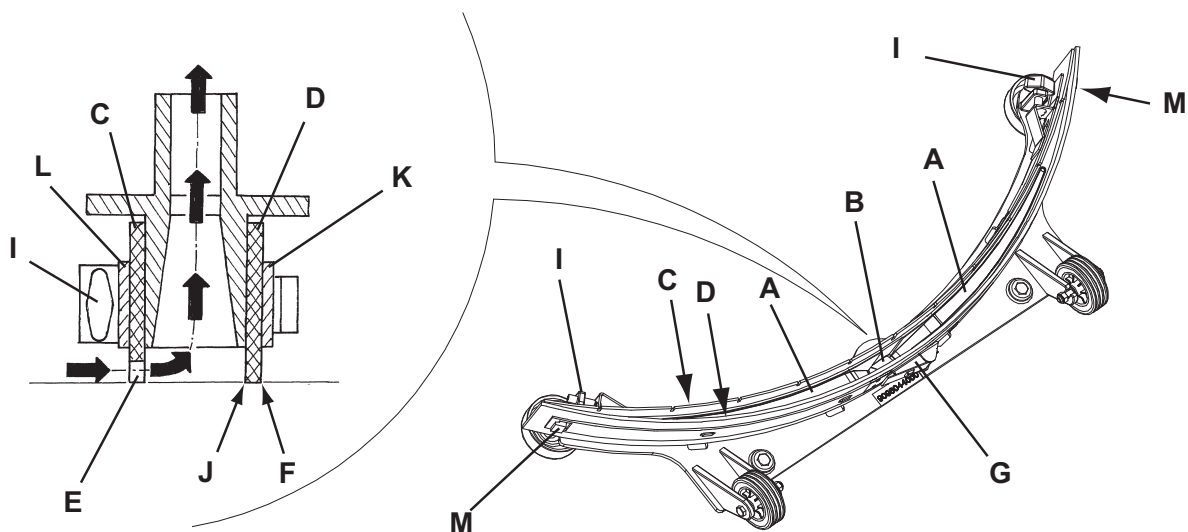

Figure 3
1. Nettoyer l'embouchure (Fig. 3) comme décrit au paragraphe précédent.
2. Contrôler que le bord (E, Fig. 3) de la lamelle en caoutchouc avant (C) et le bord (F) de la lamelle en caoutchouc arrière (D) se posent simultanément sur le plan, et en toute leur longueur ; en cas contraire, régler leur hauteur en procédant selon les instructions suivantes :
- Déposer le tirant (G), décrocher les dispositifs de retenue (M) et régler la lamelle en caoutchouc arrière (D), puis accrocher les dispositifs de retenue et installer le tirant.
- Desserrer les boutons (I) et régler la lamelle en caoutchouc avant (C), puis serrer les boutons.
3. Contrôler que la lamelle en caoutchouc avant (C) et la lamelle en caoutchouc arrière (D) sont intactes et qu'elles ne présentent pas de coupures ou déchirures ; en cas contraire, les remplacer en procédant comme suit. Contrôler que l'arête (J) de la lamelle en caoutchouc arrière n'est pas usée ; en cas contraire, tourner la lamelle en caoutchouc, en remplaçant l'arête usée avec l'une des trois arêtes intactes. Si toutes les arêtes sont usées, remplacer la lamelle en caoutchouc en procédant comme suit :
- Déposer le tirant (G), décrocher les dispositifs de retenue (M) et enlever la bande de retenue (K), puis remplacer / tourner la lamelle en caoutchouc arrière (D). Pour la repose, procéder dans l'ordre inverse de la dépose.
- Dévisser les boutons (I) et enlever la bande de retenue (L), puis remplacer la lamelle en caoutchouc avant (C). Pour la repose, procéder dans l'ordre inverse de la dépose.